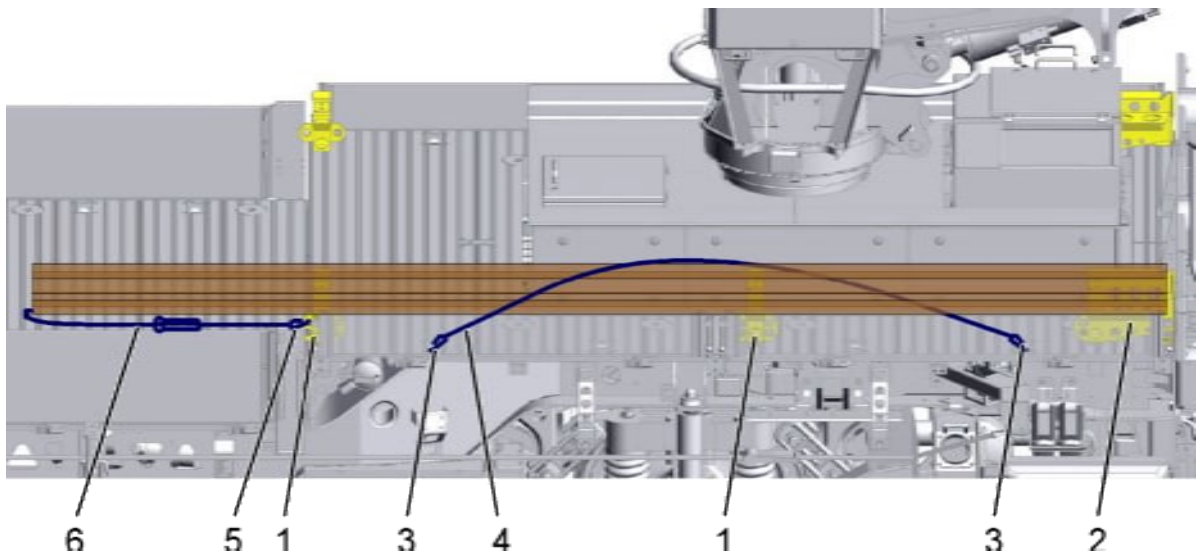

Abb. 132: Sicherung der Schienencoupons auf der Ladefläche (Seitenansicht am Beispiel einer 5 m Schiene)
Schienencoupons in Längsrichtung sichern, siehe Abb. 132 (6), Klauenhake montieren und mit Sicherungsschraube fixieren. Zurrurt mit Schnappfalle einhängen und mit Ratsche gegen den Längsanschlag spannen. Die Gurte verfügen über einen Schnappverschluss.